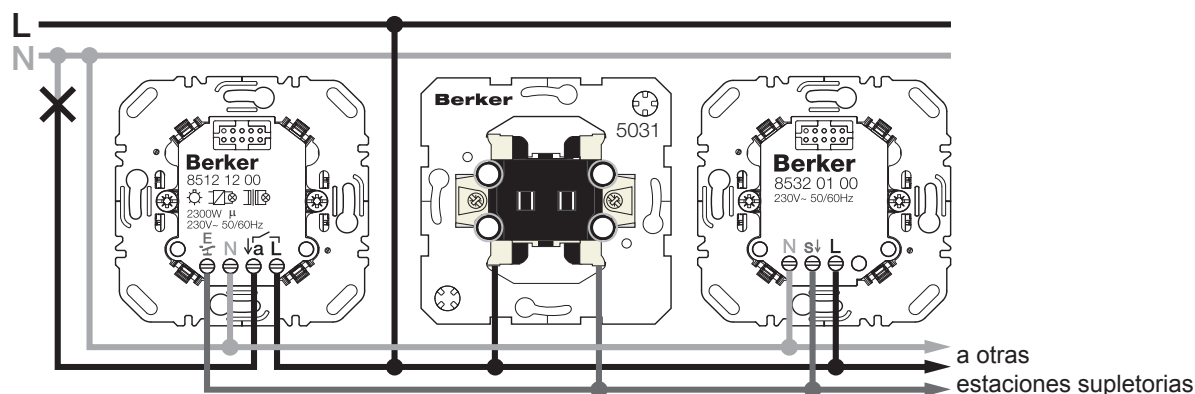

Figura 3: Esquema de conexiones con estaciones supletorias
- Conectar el mecanismo de conmutación y las estaciones supletorias opcionales según el esquema de conexiones (figura 3 o 4).